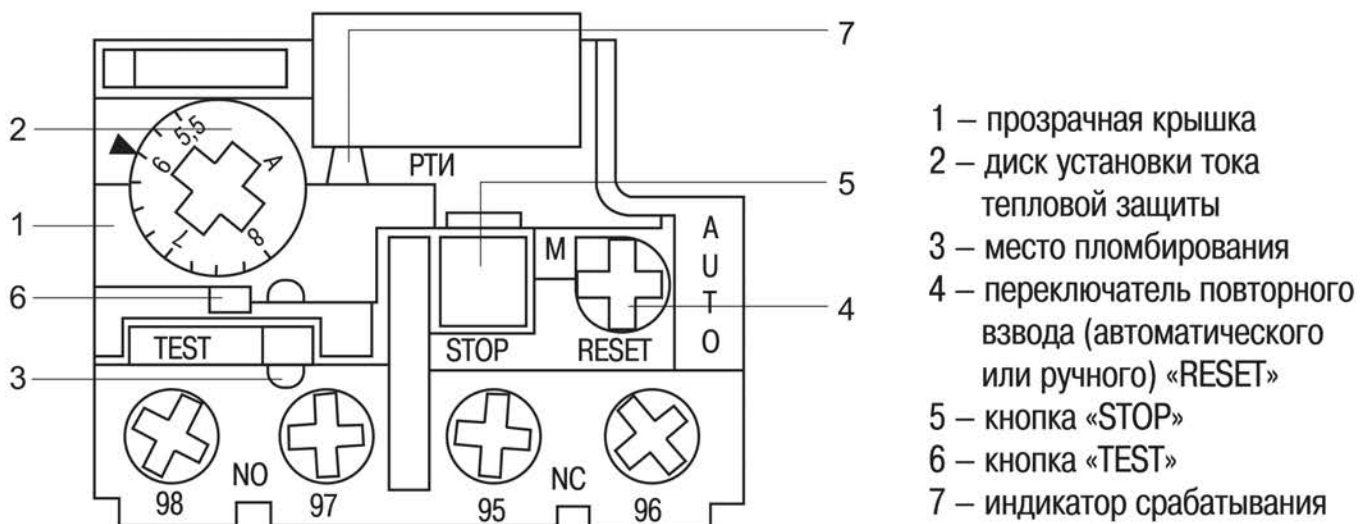

Рисунок 6. Передняя панель реле.
4.4 Рукоятки управления настройкой реле расположены на передней панели (рисунок 6).